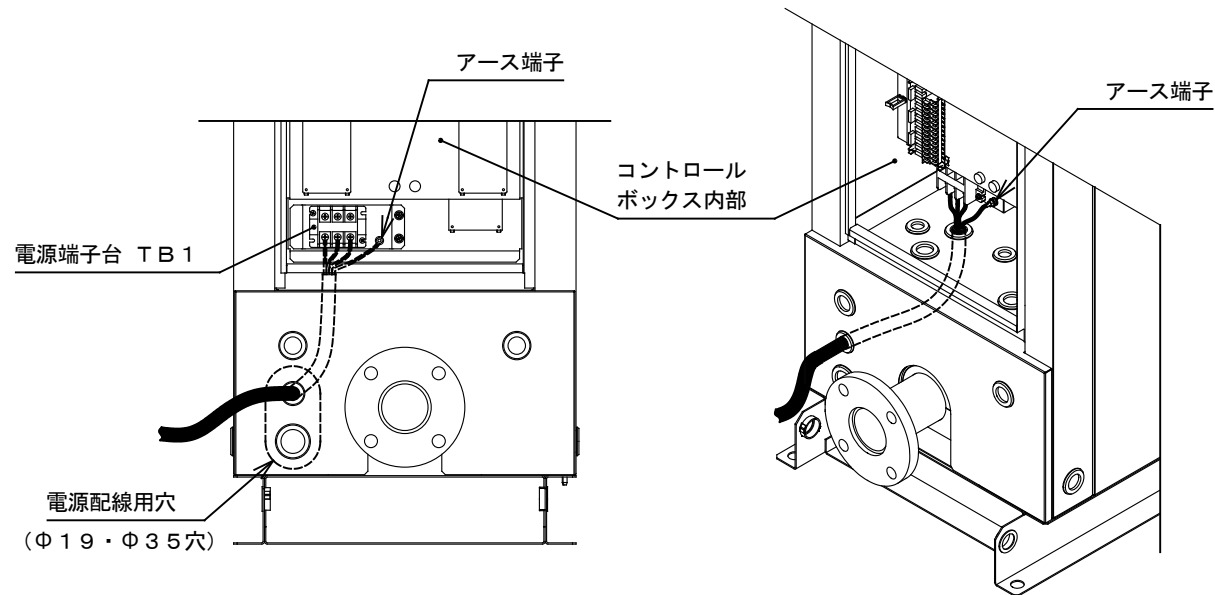

図1 電源線配線例(正面パネル電源配線用穴使用)
- 注1. 電源配線は正面パネル電源配線用穴(図1)を使用して、配線することができます。